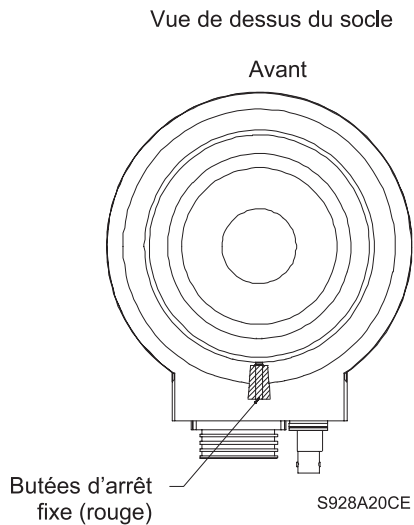

Figure 4 - Plage maximale de balayage horizontal manuel et automatique (modèles 345°)
Les butées de balayage horizontal déterminent la limite de mouvement horizontal manuel. Les deux (2) butées de balayage horizontal réglables peuvent être déplacées et retirées selon vos besoins. La plage maximale de balayage horizontal est illustrée à la **Figure 4**.